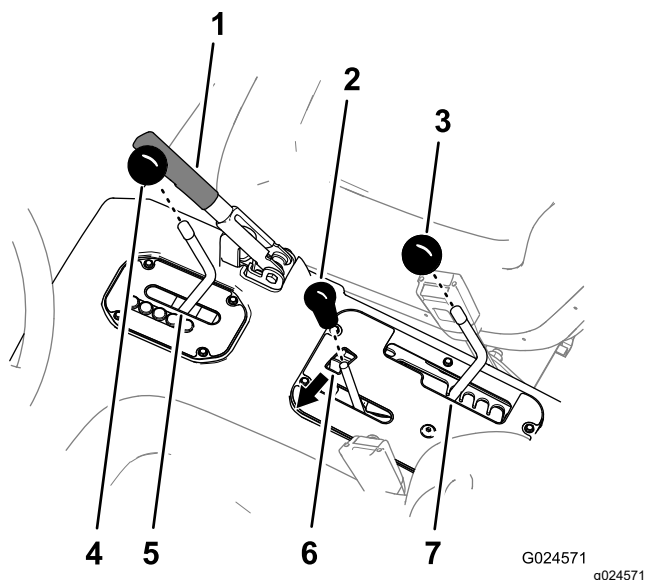

Figura 4
1. Retire todos los pomos de las palancas de la consola y de la palanca de la transmisión girando los pomos en sentido antihorario (Figura 4).